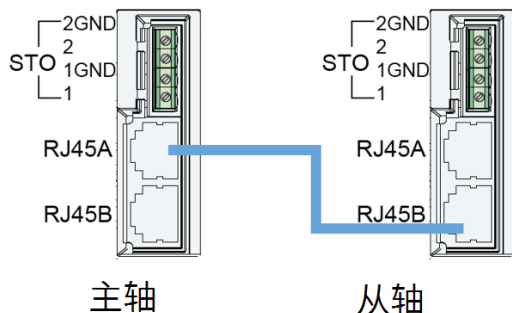

图 A-4 CAN 通信接线
- 2) 将驱动器顶部 CAN 通信口主轴 RJ45A 与从轴 RJ45B 通过网线连接，如第 185 页上的“图 A-4 CAN 通信接线”所示：